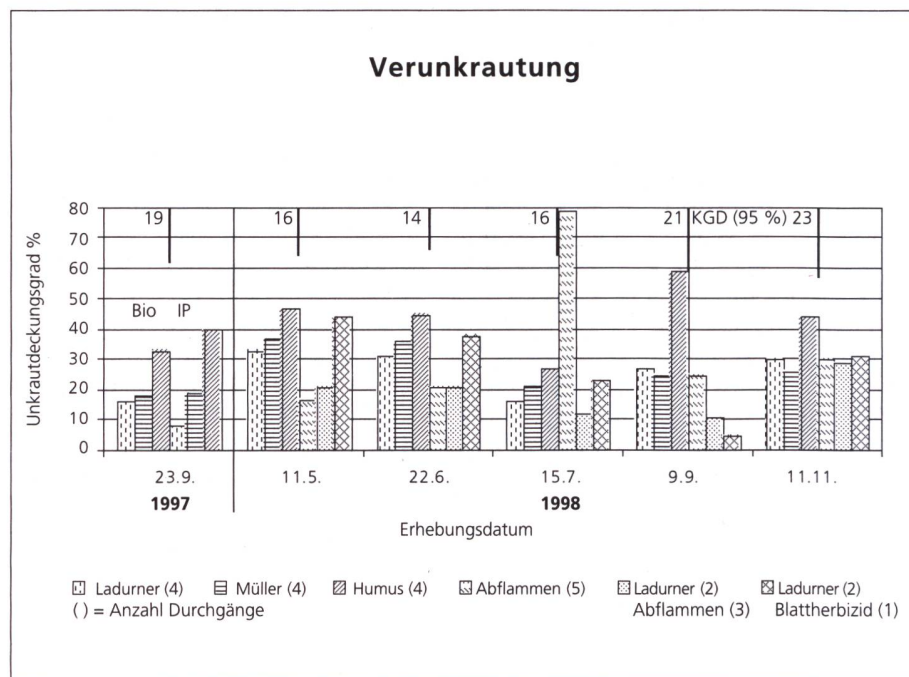

Abb. 4: Unkrautdeckungsgrad in Prozent – bonitiert jeweils unmittelbar vor den Einsätzen der Pflegegeräte (Ausnahme am 11.11.1998).
den die Geräte Ladurner und Müller gegenüber Humus etwas besser ab (Abb. 4). Eine natürliche Verunkrautung mit 30 % bis 40 % Bodenbedeckung im Herbst ist dagegen erwünscht und wirkt den Nährstoffverlusten und der Erosion entgegen.
**Thermische Verfahren.** Die fünf Einsätze des Infrarot-Abflamngerätes vom 13. Mai bis 22. September mit einem Propangasverbrauch von rund 190kg/ha ergaben am 15. Juli und am 9. September eine etwas weniger gute Wirkung als die Kombination 2x Hacken und 3x Abflammen mit 80kg/ha Gasverbrauch bzw. die IP-Variante (Abb. 4 und 6). Aber sonst war es den mechanischen Verfahren durchwegs ebenbürtig. Nach einer Woche allerdings schlugen die ausdauernden Wurzelunkräuter wie Blacke, Löwenzahn, Quecke usw. aus und be-